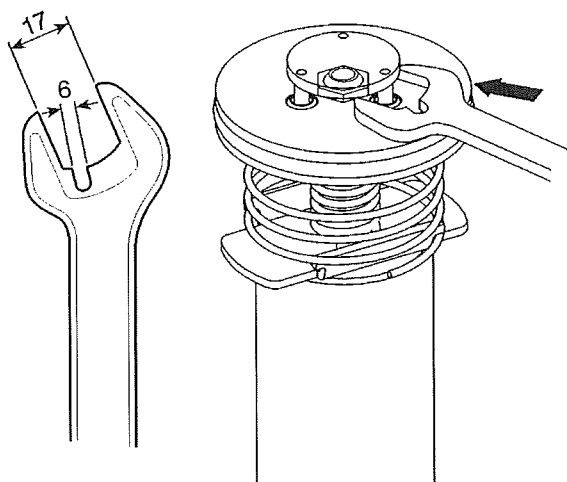

Fig. 9
2. Check the upper spring (3) and the spring stop (4) inside the air motor dolly (1). Replace in case of damage.
3. Dismount the lower circlip (20) and muffler (19) and washer (18) and pull up the inverting set until the hole in pump piston (10) gets visible in the opening where the muffler was dismounted. Introduce a steel rod (8 mm) in the hole to lock the piston.
4. Use a prepared 17 mm wrench (see fig. 9) to disassemble the inverting set (5).
2. Verifique el muelle superior (3) y el tope muelle (4) en la cazoleta. Sustituya en caso de deterioro.
3. Desmonte el anillo de seguridad inferior (20) y el silenciador (19) y arandela (18), tire el conjunto inversor hacia arriba hasta que el agujero en el vástago (10) quede visible en la apertura donde el silenciador fue quitado. Introduzca una varilla acerada (8mm) en el agujero del pistón para bloquear el mismo.
4. Desenrosque el conjunto inversor (5) con una llave fija de 17 mm preparada (fig. 9).
2. Procéder au contrôle du ressort supérieur (3) ainsi que de la butée de ce dernier (4) qui se trouvent dans la cassolette. Remplacer ces pièces si nécessaire.
3. Démonter l'anneau de sécurité (20) inférieur et le silencieux (19) et rondelles (18), et tirer l'ensemble inverseur vers le haut jusqu'à ce que l'orifice du piston (10) soit visible et ce, au niveau où le silencieux a été enlevé. Introduire une baguette en acier (8 mm) dans l'orifice du piston pour bloquer ce dernier.
4. Desserrer l'ensemble inverseur (5) à l'aide d'une clé fixe de 17 mm (voir fig. 9).
2. Die obere Feder (3) und die Federhalterung (4) innerhalb des Deckels überprüfen. Falls beschädigt, ersetzen.
3. Die untere Feder (20) und den Dämpfer (19) entfernen und Lagerscheiben (18) den Umkehrschalter soweit herausziehen, bis die Öffnung im Pumpkolben (10) auf der Höhe des entfernten Schalldämpfers sichtbar wird. Eine 8mm-Stahlstange in dieses Loch einführen, um den Kolben zu blockieren.
4. Mit einem vorbereiteten 17mm-Schraubenschlüssel (Bild 9), wird der Umkehrschalter (5) abgeschraubt.